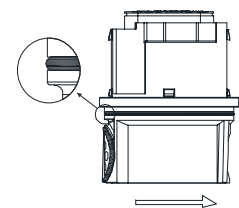

Abb. 4
- 7.6. Überprüfen, ob der mit dem Messeinsatz mitgelieferte neue O-Ring richtig auf dem Messeinsatz sitzt. Falls dies nicht der Fall ist, muss der O-Ring in die vorgesehene Nut am Zählereinsatz eingelegt werden (Abb. 4). Es sind ausschließlich die Originaldichtungen des Herstellers zu verwenden.